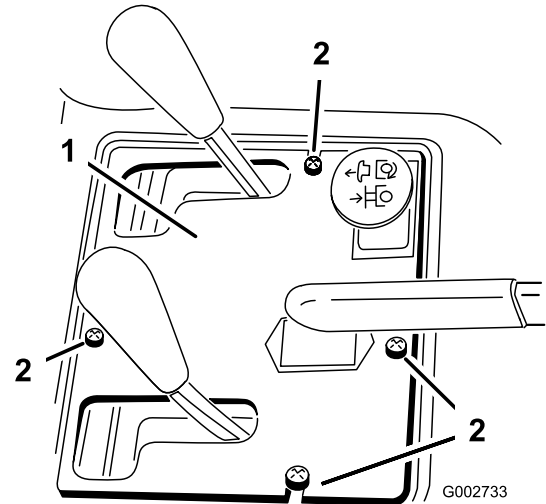

図 38
2. コントロールパネルをフレームに固定しているねじ4本を外す図 38。